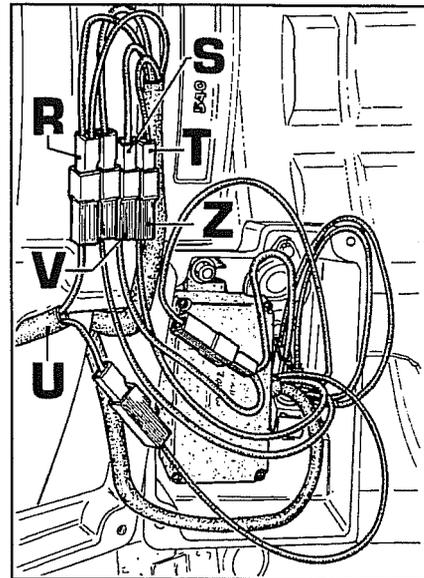

Fig. 48
5. Pour mettre hors tension il faut enlever la boîte support rhéostats/unité de commande placée sur le garde-boue droite, puis la retourner comme dans la fig.48.
7. Débrancher les câbles **R-S-T** fig.48 du câblage machine, en prenant note des couleurs du câblage de l'unité. Leur accouplement est le suivant :
8. Brancher les câbles **R-S-T** (fig.48) à l'interrupteur soulevé/abaissé en respectant l'accouplement suivant :